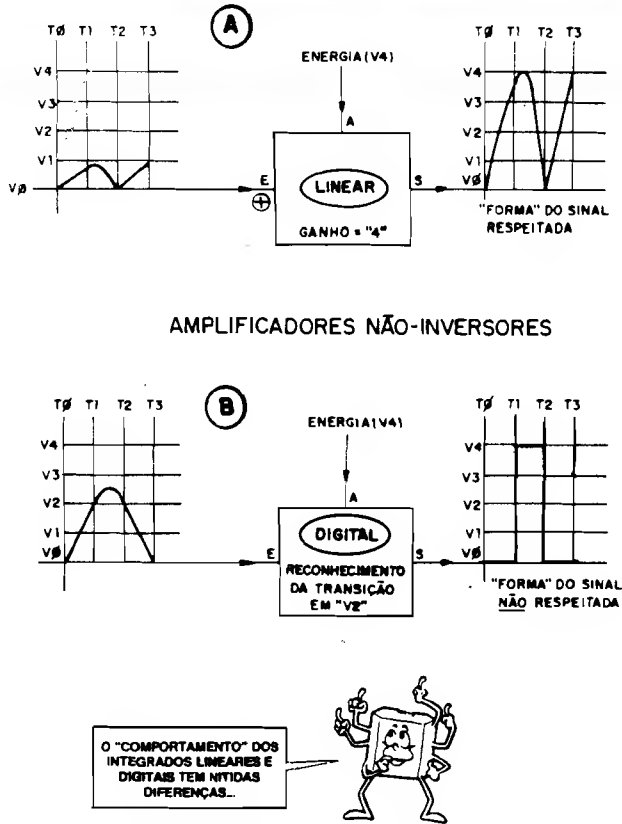
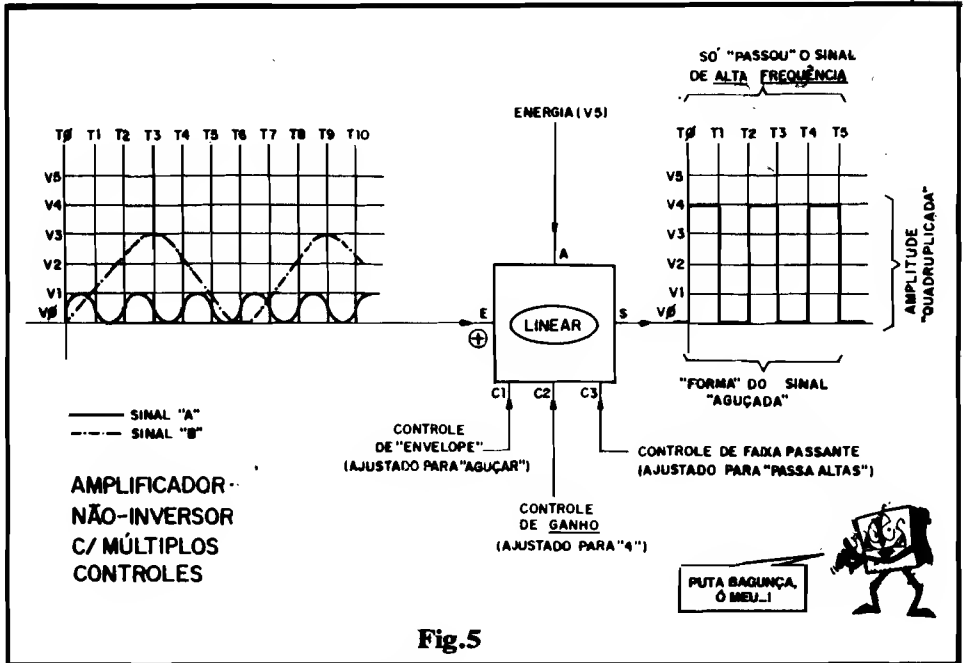
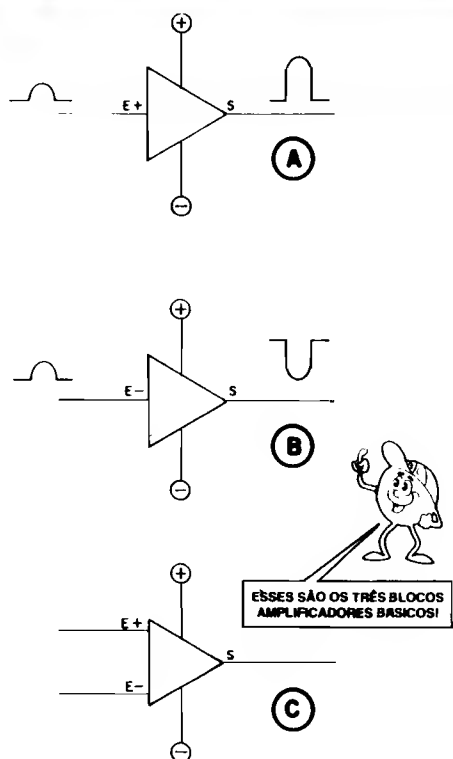

Fig.1
Fig.5
Fig. 6
- FIG. 1 - A DIFERENÇA BÁSI-
- **FIG. 1-A** - Gráfico de "formas de sinal" relativos a um bloco LINEAR básico. Notar que o bloco tem os acessos "mínimos" necessários: alimentação, ENTRADA e SAÍDA..., tratando-se, no caso, de um mero **AMPLIFICADOR NÃO-INVERSOR** (que não "inverte" a polaridade ou "sentido de crescimento" do sinal ou nível aplicado à sua ENTRADA, portanto...), com ganho (fator de amplificação pré-determinado em "4" (os níveis aplicados à ENTRADA ficam, ao "passar" pelo bloco, **quatro vezes** maiores, dentro de rigorosa proporcionalidade...). Notem que as subdivisões horizontais do gráfico se referem a intervalos de TEMPO (T0, T1, T2, etc...), enquanto que as divisões verticais parametram níveis de TENSÃO (V0, V1, V2, etc...). Observem, então, os "envelopes" ou formatos dos sinais presentes na ENTRADA e na SAÍDA do bloco: o "desenho" ou "forma" do sinal está, na SAÍDA, respeitado com relação aos parâmetros da ENTRADA... No TEMPO também o sinal não sofreu nenhum "alargamento" ou "retardamento"... A **única** modificação que o bloco efetuou sobre o sinal foi "ampliá-lo" por um fator de 4 ou seja: seus níveis momentâneos de TENSÃO (em cada "momentinho" do sinal...) ficaram 4 vezes
FIG. 1-B - Gráficos de sinal relativos a um bloco DIGITAL básico... Conforme já dissémos, um bloco DIGITAL básico pode ser considerado como um "amplificador radical", tipo "tudo ou nada". A sua principal característica é a óbvia **não linearidade** ou não proporcionalidade momentânea! O bloco/exemplo tem os mesmos três acessos básicos (alimentação, ENTRADA e SAÍDA) e a mesma condição não-inversora vistas no gráfico anterior, porém o seu "comportamento" é... radical. Estabelecido previamente que o "ponto de transição" para o "reconhecimento" do sinal presente na ENTRADA, está no nível de TENSÃO V2, notem que a meia senóide, na forma de uma suave "onda" que sobe e desce em rampas "maneiras" (presente na ENTRADA), "vira" uma abrupta e nítida forma retangular na SAÍDA!
FIG. 2 - BLOCO LINEAR AMPLIFICADOR NÃO-INVERSOR, COM ACESSO DE CONTROLE OU "PROGRAMAÇÃO" DO GANHO... Quando mostramos o exemplo básico do bloco da fig. 1-A, dissémos apenas para fixar os parâmetros do tal exemplo - que o **ganho** (fator de amplificação de TENSÃO...) do dito bloco estava situado em "4"... Na prática, contudo, os blocos desse gênero (Integrados Lineares Amplificadores) costumam apresentar pelo menos um "acesso" extra, destinado justamente à programação "externa" do ganho ou fator de amplificação... No diagrama da fig. 2 esse acesso é representado pelo terminal "C", através do qual, via arranjo externo (que estudaremos com detalhes em futuras "Aulas" e "Lições"...) podemos - dentro de certa faixa - determinar "o quanto" vai ser amplificado o sinal... Se ajustarmos
Notem uma coisa **importante**: em ambos os exemplos da fig. 1, o nível máximo "alcançável" pelo sinal na SAÍDA corresponde ao próprio nível de TENSÃO da ali-
tal ganho para um fator "2", os gráficos de ENTRADA e SAÍDA mostram o que ocorre com o sinal aplicado ao bloco... Enquanto na fig. 1-A a amplitude do sinal era quadruplicada, agora esta é duplicada... Notem que no instante T3, com o nível de ENTRADA atingindo V1, a SAÍDA mostra um nível V2 (duas vezes maior...). Nos momentos T0 e T4, quando o nível do sinal de ENTRADA está em "zero", nesse mesmo nível nulo se manifesta o sinal na SAÍDA... Já ao longo de toda a "rampa" de "subida" e de "descida" do sinal de ENTRADA, a amplificação se mostra proporcional, com o que o "envelope" ou "forma" do sinal, na SAÍDA, fica "igual, porém maior" do que o apostado à ENTRADA... Observem ainda aquele sinalzinho de (+) junto ao terminal "E" de ENTRADA, fazendo a indicação de que o bloco é NÃO-INVERSOR (quando o sinal "sobe" na ENTRADA, também o faz na SAÍDA, quando "desce" na ENTRADA, faz o mesmo na SAÍDA...). É bom que o Leitor/"Aluno" fixe bem as características desse bloco/exemplo, já que o AMPLIFICADOR LINEAR NÃO-INVERSOR COM PROGRAMAÇÃO DE GANHO é o "básico dos básicos", dentro da sua "raça"...
- FIG. 5 - BLOCO AMPLIFICADOR LINEAR COM DIVERSOS CONTROLES EXTERNAMENTE ACESSÍVEIS (GANHO, “FORMATO” DO SINAL E FAIXA “PASSANTE” DE FREQUÊNCIAS DO SINAL...) - As possibilidades de acesso e controle externo (quase sempre efetuado com o auxílio de componentes discretos acoplados...) das “nuances” funcionais de um bloco LINEAR não ficam por aí... O diagrama/exemplo mostra que com mais um terminal de controle (C3) podemos, com a ajuda sempre de conjuntos R-C cuidadosamente calculados, “filtrar” o funcionamento do bloco, de modo inclusive a condicionar a passagem de sinais apenas se eles estiverem dentro de determinada faixa de frequências...! Observem com atenção, notando que o ganho foi programado em “4” (via terminal de controle C2), a forma do sinal foi induzida a um “agucamento” (via terminal C1), enquanto que a “faixa passante” foi situada em “apenas altas frequências” (via acesso C3). Praticamente todas essas “parametrações” são feitas - na prática - com Resistores e/ou Capacitores ex-
co/exemplo da fig. 5 dá uma idéia básica das razões dos Integrados - na prática - apresentarem "tantos" pinos e "pernas"...! Enfim, "eles" ficariam "específicos demais" se mostrassem apenas os acessos elementares (ENTRADA, SAÍDA e Alimentação...)! Quanto mais controles e acessos externos para determinar "nuances" funcionais tivermos num Integrado, na verdade mais versátil o "bichinho" será, já que poderemos tranquilamente "tendenciar" seu funcionamento em vários sentidos, com o uso de componentes discretos externamente acoplados e cuidadosamente calculados! É aí que reside toda a maravilha da "raça" dos LINEARES: a relativamente ampla possibilidade que temos de intervir no seu funcionamento (embora "ele" seja um bloco circuital quase que completo em si próprio...)! A propósito, num bloco DIGITAL, essas "intervenção" quase sempre **não podem** ser executadas (e, quando **podem**, o são por métodos radicalmente diferentes, conforme estudaremos quando for oportuno...)!
- **FIG. 6 - OS AMPLIFICADORES OPERACIONAIS** - Na verdade, todos os blocos/exemplos mostrados da fig. 1 até a fig. 5 (fora o diagrama 1-B...) constituem módulos de AMPLIFICADORES OPERACIONAIS típicos! Chamamos de AMPLIFICADOR OPERACIONAL (ou ainda pela abreviação "Amp Op", ou mesmo por "Op Amp", resultado da abreviação do termo em inglês...) aos blocos amplificadores multifunção, dotados de certo número de acessos e controles externos, basicamente destinados a "manipular" o nível de Tensão do sinal aplicado. Idealmente apresentam **ganho** (fator de amplificação) intrínseco **muito alto**, faixa passante de frequências **bastante ampla**, faixa de Tensões de Alimentação também relativamente ampla, uma (ou duas...) ENTRADA, uma SAÍDA, terminais de alimentação (simples ou "dupla" - detalhes mais adiante...) e eventuais acessos para controle do sinal, do ganho, da faixa passante, etc. Nos diagramas, universalmente os Amp. Op. são simbolizados com a estrutura triangular vista na figura...
- **FIG. 6-A - Diagrama estrutural de um AMPLIFICADOR OPERACIONAL NÃO INVERSOR**... A única ENTRADA ("E" +) recebe o nível ou sinal que - por sua vez - surge na SAÍDA sem inversão de fase ou de polaridade ("sentido"...), depois de devidamente "manipulado" em ganho (e eventualmente - em outros parâmetros...). Alguns pontos **importantes** a considerar:
- FIG. 6-B - Diagrama simbólico de um AMPLIFICADOR OPERACIONAL INVERSOR... Em **tudo** idêntico ao bloco não-inversor, com a única e óbvia diferença de... INVERTER a polaridade, a fase ou o “sentido” de “subida/descida” do sinal aplicado à sua ENTRADA. Valem, aqui **todos** os pontos e considerações relativos ao bloco **não-inversor** quanto às possibilidades de controles externos do ganho, da forma do sinal, da faixa de frequências “passante” e dos limites teóricos de excursão do nível do sinal, na SAÍDA...
- FIG. 6-C - Diagrama do “verdadeiro” AMPLIFICADOR OPERACIONAL... Este, na prática, para maior funcionalidade e versatilidade aplicativa, quase sempre é dotado de DUAS ENTRADAS, sendo uma INVERSORA (“E-”) e uma NÃO-INVERSORA (“E+”). Notem que cada uma das duas ENTRADAS funciona exatamente conforme foi descrito nos exemplos específicos anteriores. Entretanto, a eventual utilização **simultânea** das suas duas ENTRADAS leva a um interessante conjunto de fenômenos e características, que devem ser assimilados pelo Leitor/“Aluno”, desde já: